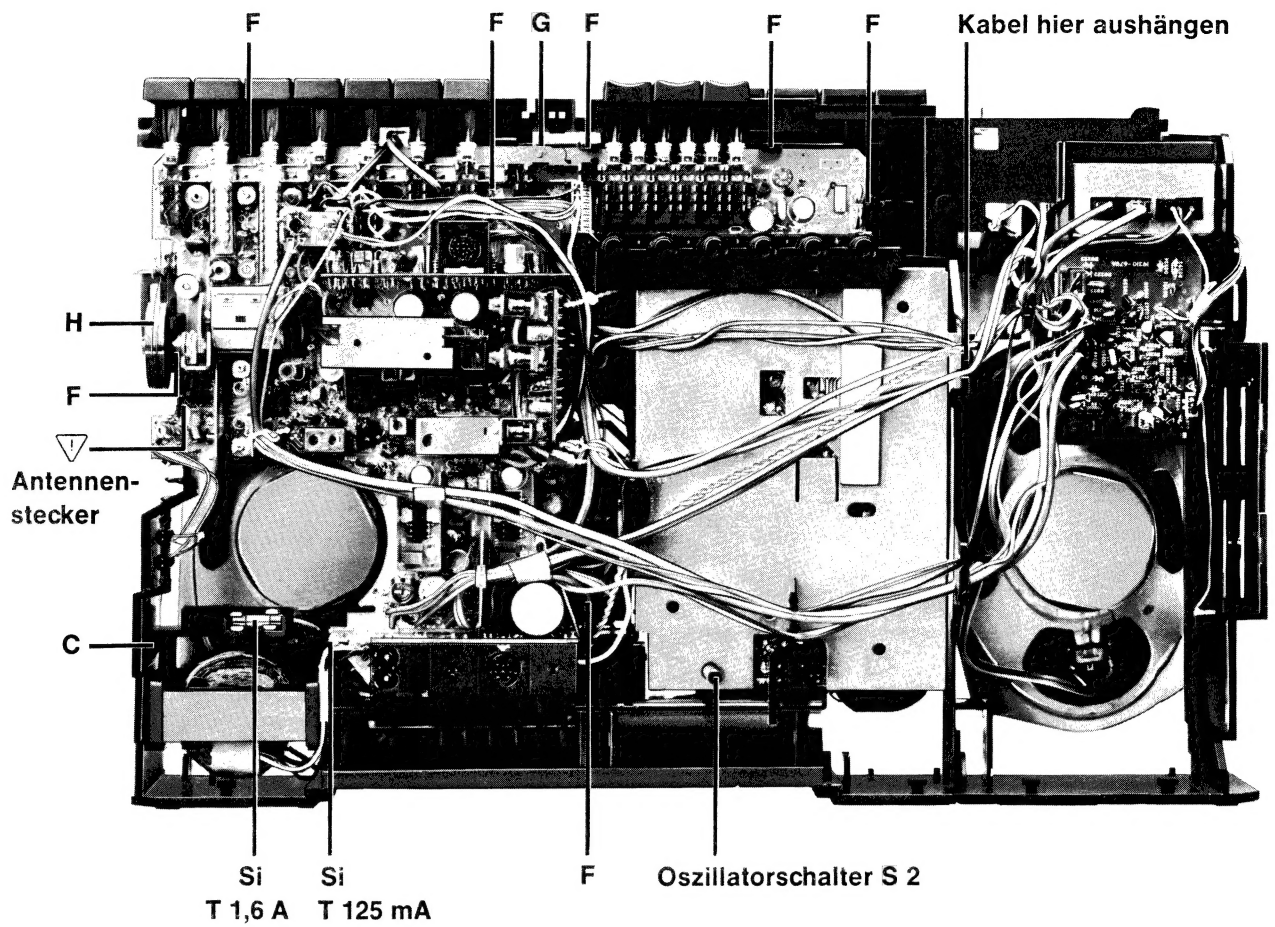
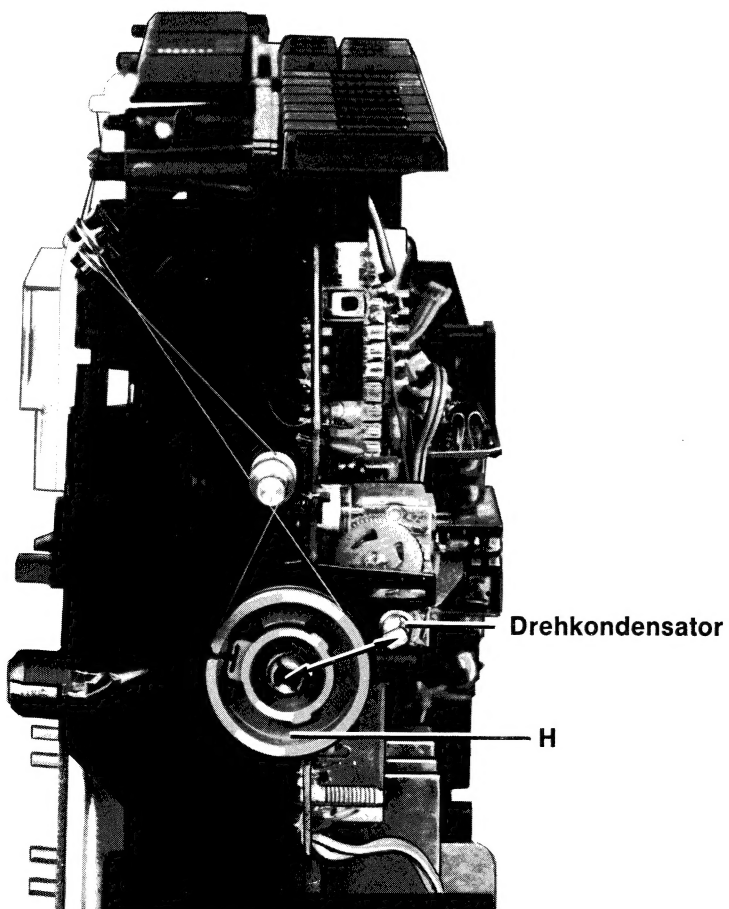

Bild 2
Bild 5
2.6 Ausbau des Trafos [Bild 2]
- Kabelverbindungen aus den Kabelhalterungen aushängen [Bild 2].
- Ferritantenne **G** ablöten [Bild 2, 4].
- Mitnehmerscheibe **H** am Drehkondensator abziehen [Bild 2], Mitnehmerscheibe auf Plastikzapfen am Gehäuse stecken [Bild 5].
- 7 Schnapphaken **F** lösen [Bild 2].